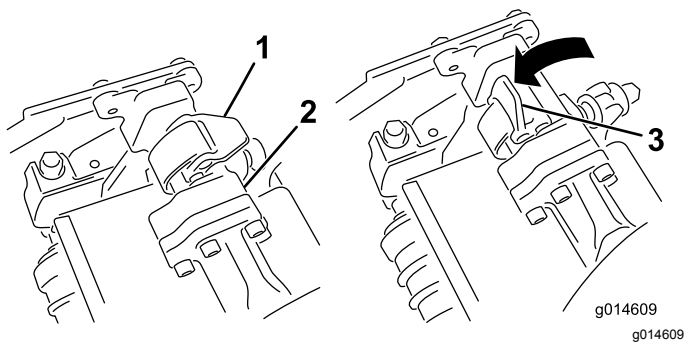
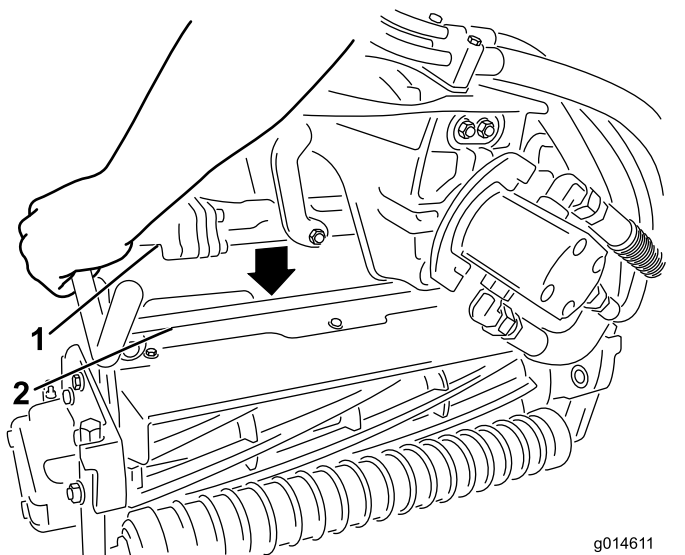

Figura 42
Figura 43
3. Con i fermi del braccio di sospensione rivolti verso l'alto (cioè aperti) (**Figura 42**), premete il braccio di sospensione verso il basso in modo che la barra si inserisca nella barra della parte superiore dell'apparato di taglio (**Figura 43**).
- 4. Chiudete i fermi spostandoli verso il basso e attorno alla barra dell'apparato di taglio, quindi bloccateli in posizione (Figura 42).
4. Aprite i fermi sulla barra del braccio di sospensione dell'apparato di taglio che state rimuovendo (Figura 42).